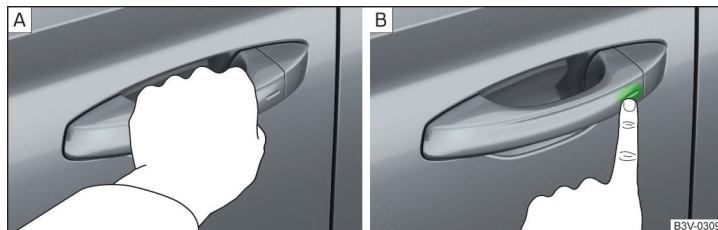

Abb. 35 Fahrzeug entriegeln / Fahrzeug verriegeln
- > Den Türgriff greifen, um das Fahrzeug zu **entriegeln** » Abb. 35 - **A**.
- > Den Sensor am Türgriff mit dem Finger berühren, um das Fahrzeug zu **verriegeln** » Abb. 35 - **B**.